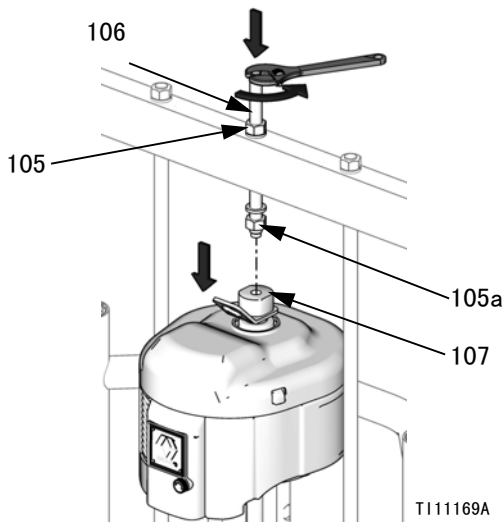

图 24：配有 55 加仑压盘的 NXT 2200-6500
- a. 用于配有 55 加仑压盘（D200 3 英寸和 D200s 6.5 英寸供给设备）的 NXT 2200-6500：松开横杠下面的螺母（105a）。用一把扳手夹住吊环转换接头（107）不动，并用另一把扳手松开横杠上方的螺杆（106）。参见图 24。